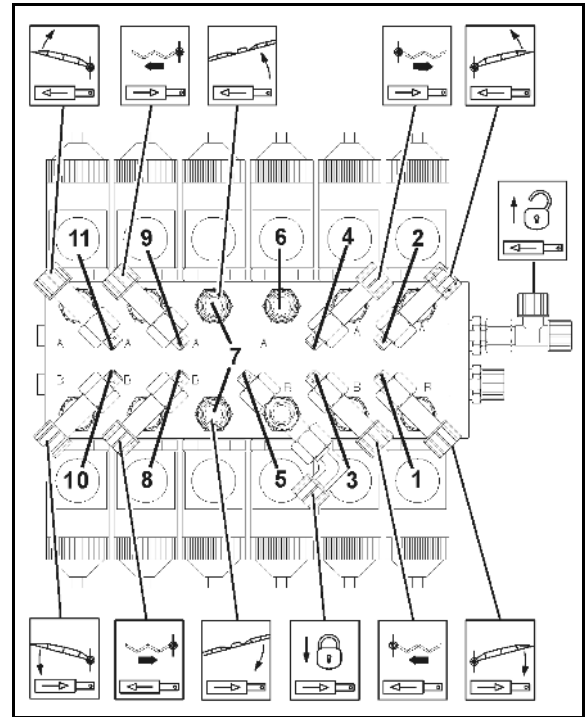

Fig. 196
2. Efterfyld om nødvendigt olie ved ikke kørende pumpe (max. op til markering (Fig. 196/1).
5. Drej indgangsakslen henholdsvis mod højre og venstre, og hæld samtidigt langsomt nyt olie på. Den korrekte oliemængde er hældt på, når olien er synlig ved markeringen (Fig. 196/1).